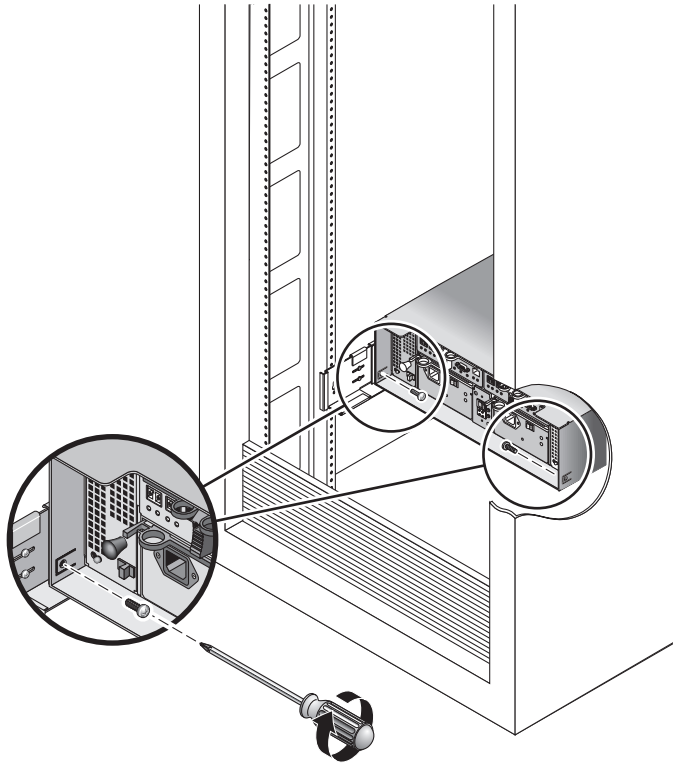

FIGURE 2-18 Fixation du boîtier à l'arrière de l'armoire
6. À l'arrière du boîtier, installez et serrez deux vis 8-32 (une par côté) pour fixer l'arrière du boîtier à l'armoire (FIGURE 2-18).